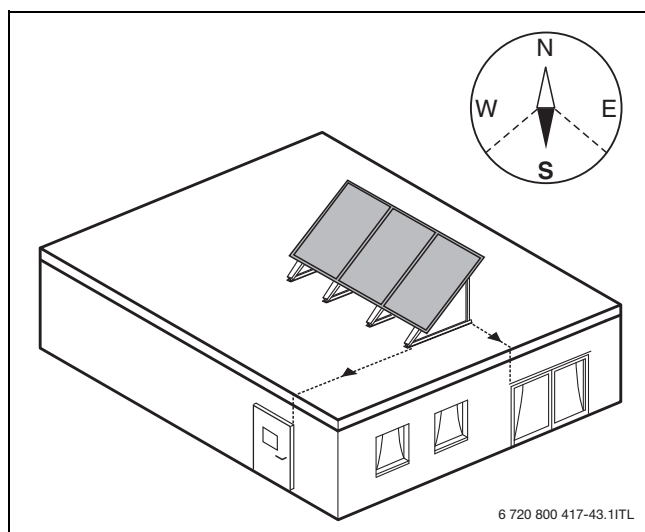

Fig. 9
- Orienter le champ de capteurs si possible au sud (→ fig. 9).
- Orienter le champ de manière à aligner les portes, les fenêtres, etc... par rapport aux capteurs (→ fig. 9).